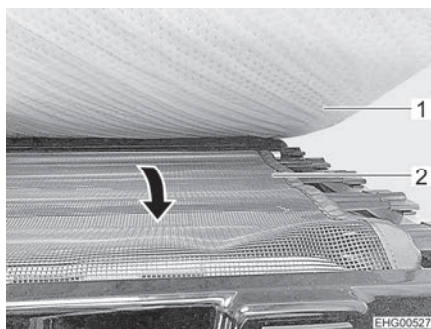

Fig. 92 Rete protettiva
- Sfilare la rete protettiva (Fig. 92,2) sotto il materasso (Fig. 92,1) e tenerla sopra l'apertura di ingresso.